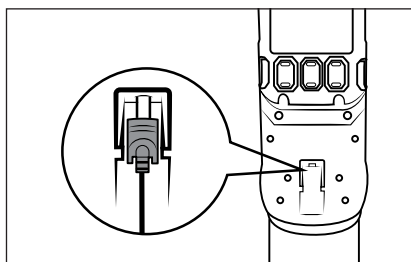

Fig. 8
- L'aspirateur peut également être rechargé directement via l'adaptateur secteur **9**. Pour ce faire, retirez la fiche creuse **10** du support mural **17** en la tournant légèrement et insérez-la dans la prise de recharge **2** de l'appareil (voir fig. 8).